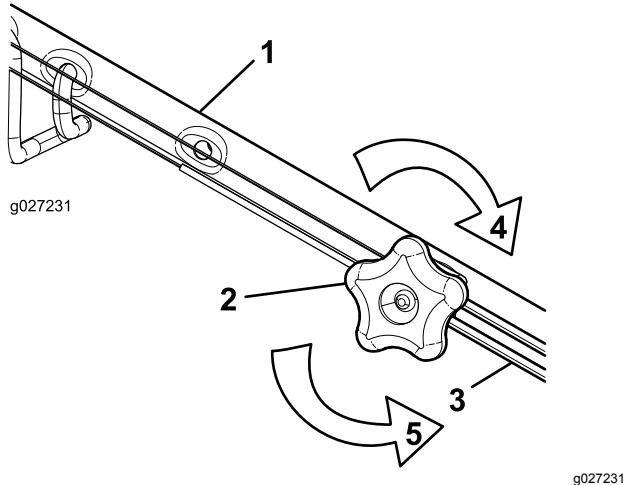

Figura 28
1. Gire el pomo de ajuste en sentido antihorario para aflojar el cable (Figura 28).
2. Ajuste la tensión del cable (Figura 28) tirando del mismo hacia atrás o empujándolo hacia adelante, y sujetelo en esa posición.